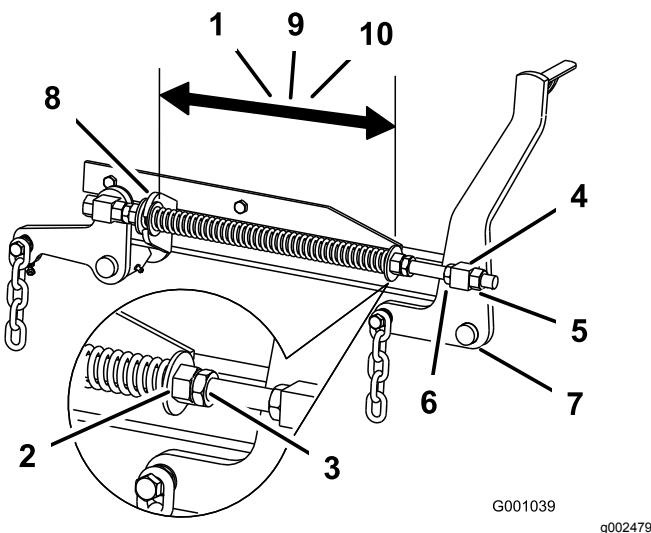

Figura 107
cortador de 132 cm, 26,7 cm para plataformas de cortador de 152 cm ou 29,2 cm para plataformas de cortador de 183 cm (Figura 107).
3. Ajuste esta distância desapertando a porca de bloqueio da mola e rodando a porca em frente de cada mola (Figura 107).
4. Bloqueie a porca na posição apertando a porca de bloqueio da mola (Figura 107).